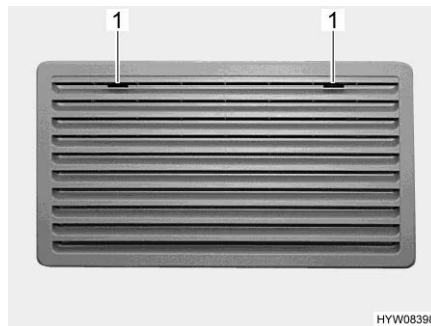
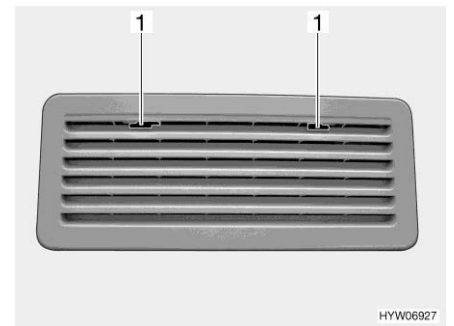

Fig. 252 Griglia di aerazione del frigorifero (Thetford grande)
Fig. 253 Griglia di aerazione del frigorifero (Thetford piccolo)
- Spingere verso il centro l'arresto (Fig. 252,1 o Fig. 253,1).